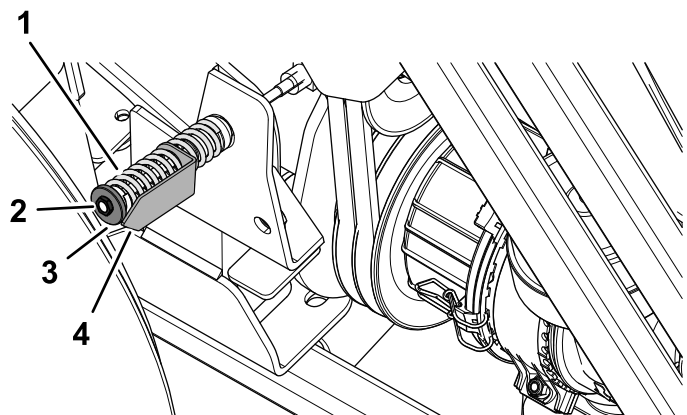

Figura 89
5. Dacă este necesar, rotii piuliă pentru întinzătorul rolei de ghidare până când săgeata indicatoare a tensionării se aliniază cu suprafaa exterioară a aibei (Figura 89).
8. Slăbiți piulia de la întinzătorul rolei de ghidare; consultați Figura 89 din Verificarea tensionării curelei prizei de putere (Pagină 64).